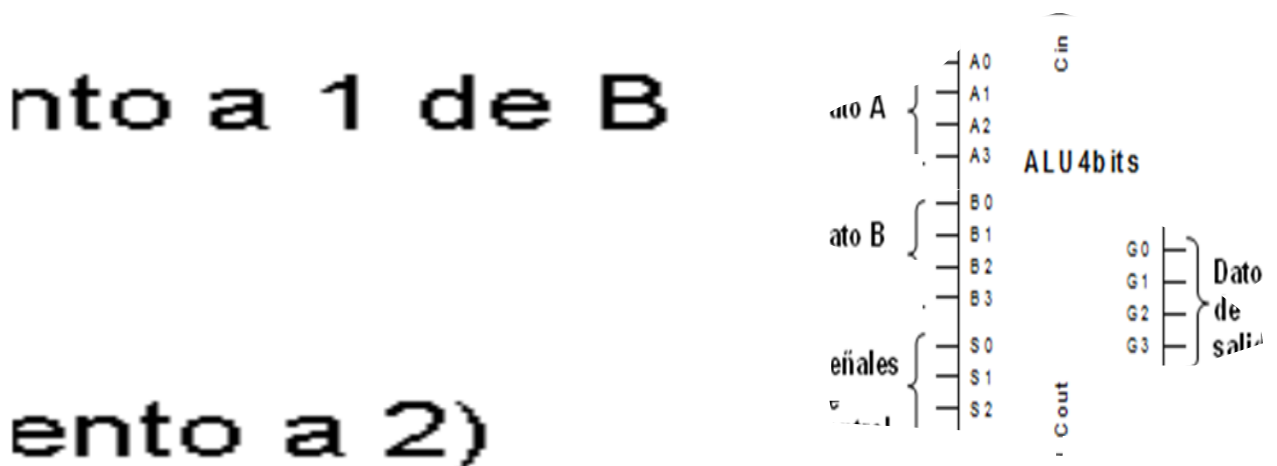

Figura 3.1: Operaciones que realiza la ALU. Esquema general de entradas y salidas.
Se pretende analizar, realizar y verificar, utilizando un simulador lógico, una Unidad Aritmético-Lógica (ALU) que sea capaz de operar con 2 datos A y B de 4 bits. Esta ALU proporcionará las operaciones aritméticas y lógicas indicadas en la *Figura 3.1*. Cada operación se seleccionará según el valor que tomen (1 ó 0) unas señales de control S_2 , S_1 , S_0 y un acarreo de entrada C_{in} .
- 1.1. **Analice teóricamente** los esquemáticos de los circuitos y etapas de la ALU mostradas en las Figuras 3.2, 3.3 y 3.4. Deduzca, razonadamente, para qué combinaciones de las señales de control S_2 , S_1 , S_0 y valor de C_{in} se realiza cada una de las operaciones indicadas en la Figura 3.1. El resultado indíquelo en la columna de la Tabla 3.1 correspondiente a “Operaciones de la ALU deducidas Teóricamente”.
- 1.2. Ponga algunos ejemplos, con datos (A y B) de entrada de 4 bits, y obtenga teóricamente, para cada una de las operaciones dadas en la Figura 3.1 el resultado (dato G) que debería obtenerse.
- En el Laboratorio, introduzca los ejemplos, deducidos teóricamente en el apartado (1.2), en el circuito de prueba y **deduzca experimentalmente** los valores de las señales de control S_2, S_1, S_0 y valor de C_{in} correspondiente a cada una de las operaciones indicadas en la *Figura 3.1* y **rellene la última columna** de la *Tabla 3.1*